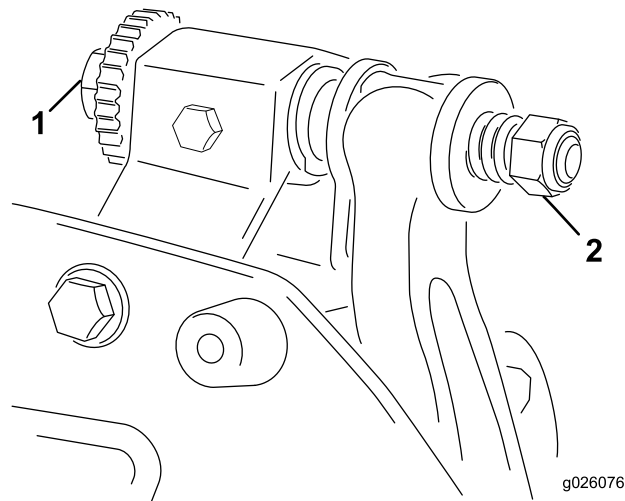

Bild 4
2. Kippen Sie das Mähwerk, um das Untermesser und die Spindel zugänglich zu machen. **Stellen Sie sicher, dass die Muttern hinten an den Einstellschrauben des Untermesserträgers nicht auf der Arbeitsfläche aufliegen (Bild 4).**